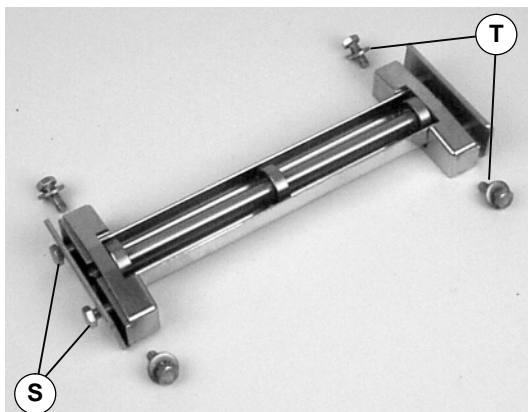

Abbildung 16
2. Schrauben lösen (S siehe Abbildung 16) und Schrauben sowie Unterlegscheiben entfernen (T).